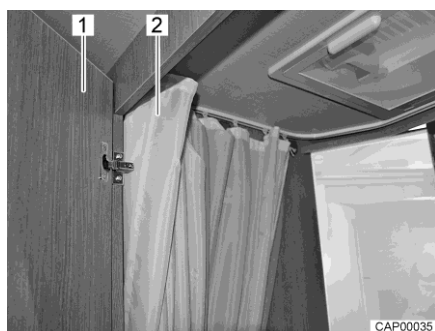

Fig. 103 Vano WC con doccia
- Per utilizzare la doccia, chiudere la porta (Fig. 103,1) e tirare completamente la tendina della doccia (Fig. 103,2), in modo da proteggere tutte le pareti.